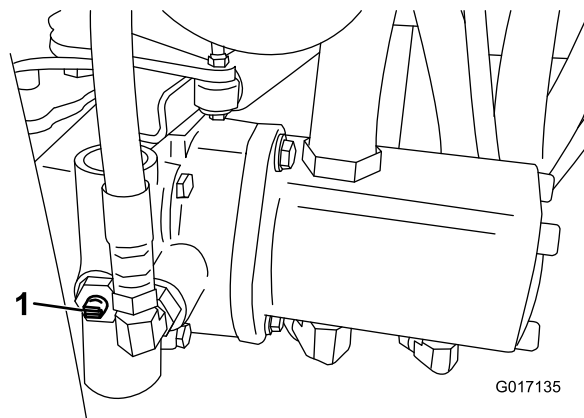

Figura 32
1. Localice la válvula de desvío en la bomba y gírela hasta que la ranura esté en posición vertical (Figura 32).
2. Antes de arrancar el motor, cierre la válvula de desvío girándola hasta que la ranura esté horizontal (Figura 32). No arranque el motor con la válvula abierta.